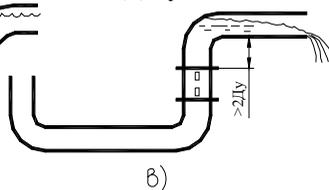

Рис.1.
ПЭП (рис. 1). Расположение ПЭП и ИУ на вертикальном участке трубопровода наиболее предпочтительно. При установке ИУ на горизонтальном участке трубопровода угол наклона плоскости, проходящей через ПЭП и ось трубопровода – не более 15° (см. рис.1)
2.1.6. Примеры правильного и неправильного расположения участка врезки ПЭП и ИУ в трубопровод приведены на рис. 1.